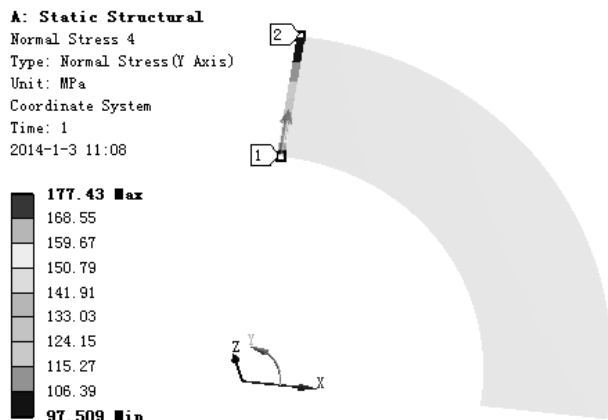
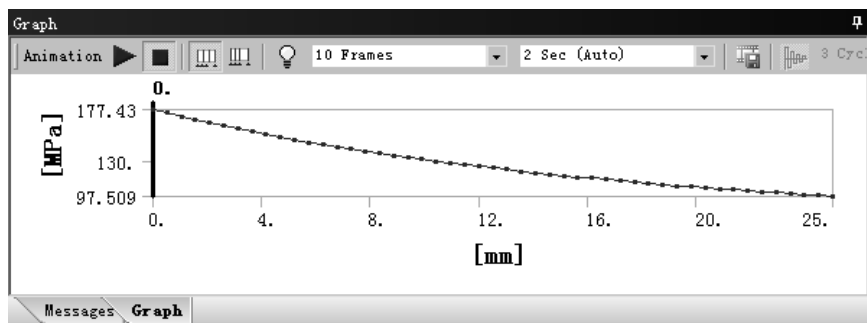

图 7.5.48 切向应力(路径 Path)结果图解
图 7.5.49 切向应力（路径 Path）图表
(6) 查看沿路径 Path 切向应力结果图解。在“Outline”窗口中选中  Normal Stress 3，查看图 7.5.48 所示的切向应力(路径 Path)结果，其最小应力为 -499.64 MPa，其最大应力为 0.11314 MPa；在“Graph”窗口中显示图 7.5.49 所示的路径图变化情况。